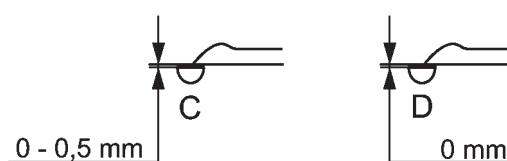

Рис. 45
Если стержень игловодителя находится в самой нижней точке, то между иглой С или соответственно D и передним предохранителем должен сохраняться зазор, составляющий 0 - 0,05 мм (рис. 45).
- Сместите передний игольный предохранитель 28 таким образом, чтобы между иглой С или соответственно D и передним предохранителем 28 сохранялось одинаковое расстояние, составляющее 0,1 мм (рис. 45).